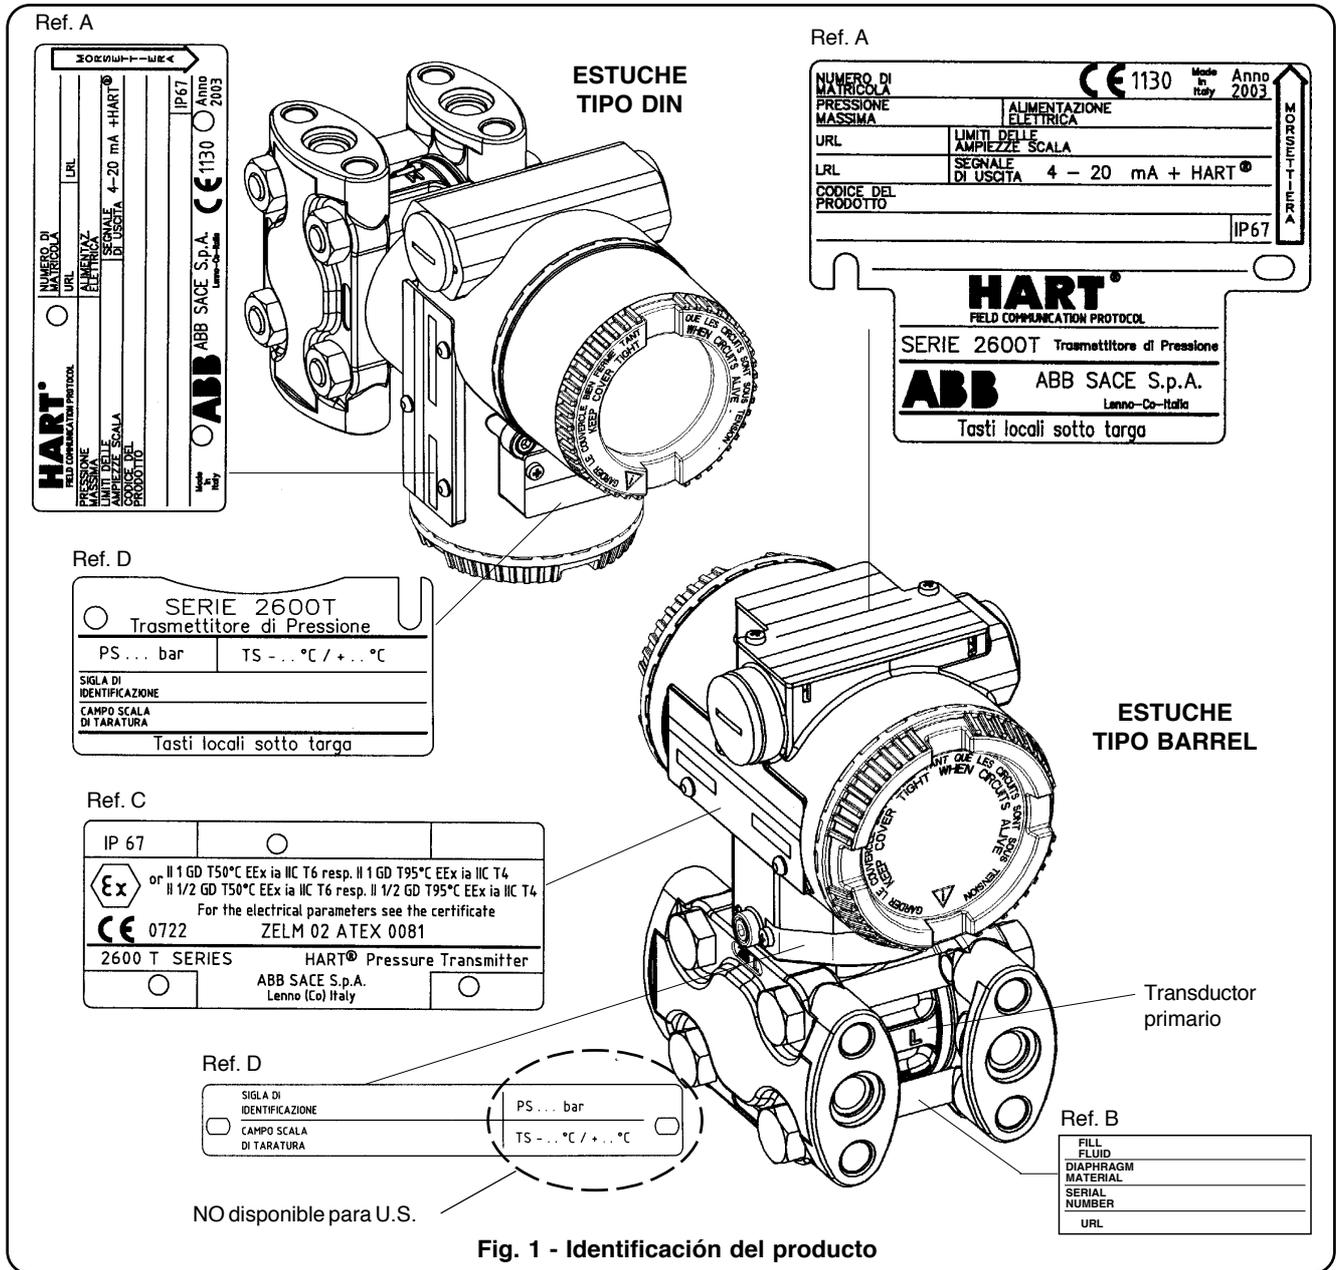

Fig. 1 - Identificación del producto
La máxima presión (PS) y las máxima/mínima temperaturas (TS) consentidas para el transmisor, para el mercado europeo, están indicadas en la etiqueta Ref. D in Fig. 1; para EE.UU. hacer referencia a la especificación del instrumento disponible en <http://138.221.224.36> con búsqueda para "264 and sheet" o en ABB local o Agencias de la red de venta.